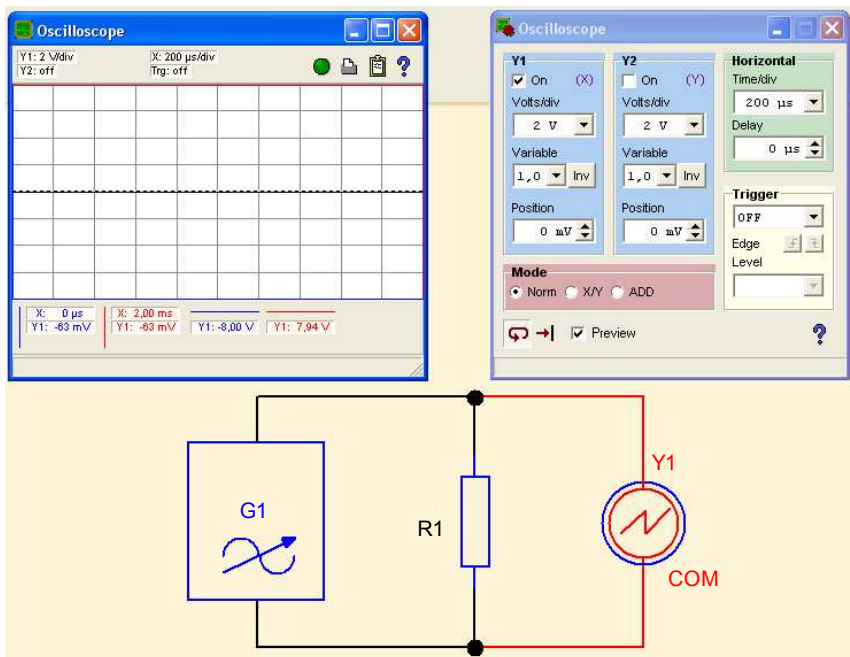

Рис. 6. Вывод экрана осциллографа
6. Вывести на экран монитора экран осциллографа (рис. 6).